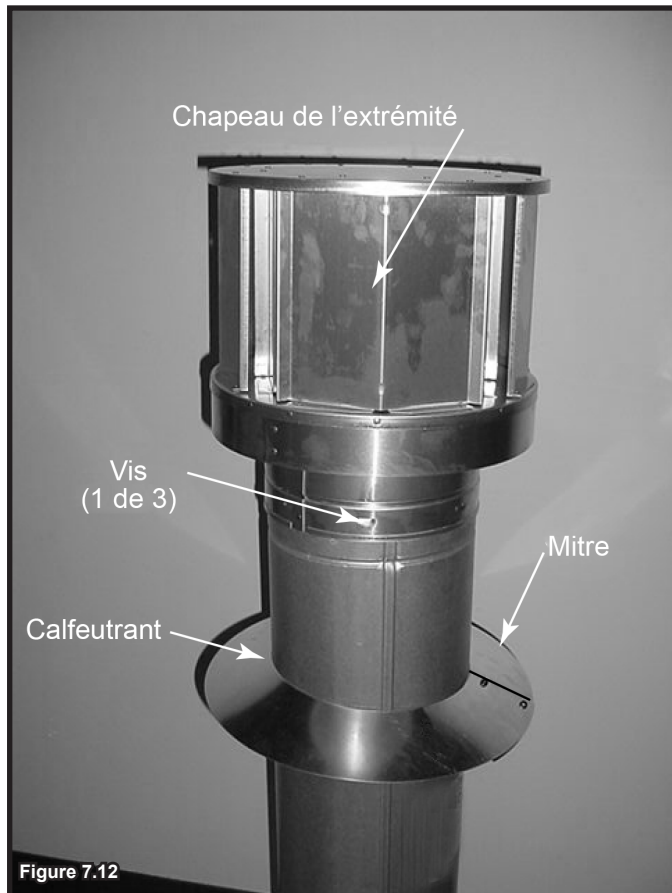

Figure 7.11 Insérer le boulon dans les supports
- Glissez la mitre assemblée sur la section de conduit jusqu'à ce qu'elle repose sur le solin du toit. Voir la figure 7.11.